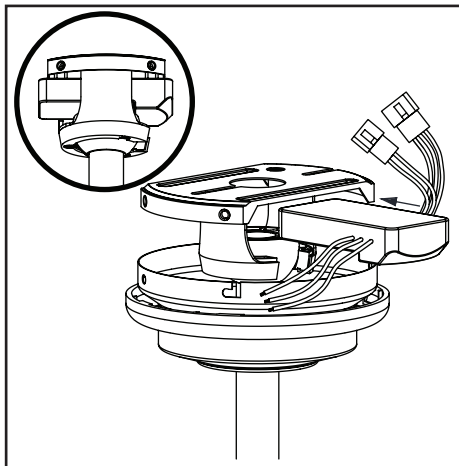

Figura 14
2. Inserta el extremo angosto del receptor (como se muestra: el lado plano hacia el techo) en el soporte de montaje deslizante hasta dejarlo apoyado en la parte superior del conjunto de tubo bajante/esfera. (Figura 14)